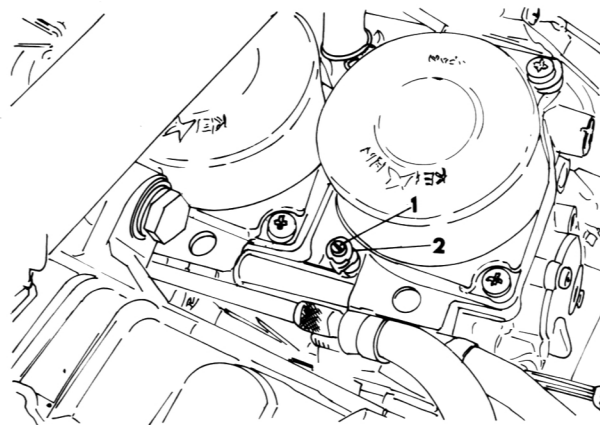

Bild 15
- Mit dem als Spezialwerkzeug erhältlichen «Vergaserdrossel-Einstellschlüssel» (Best.-Nr. 07908-4220100) die Einstellschrauben so drehen, dass die Unterdruckdifferenz zwischen den einzelnen Zylindern nicht mehr als maximal 40 mmHg beträgt (Bild 15).